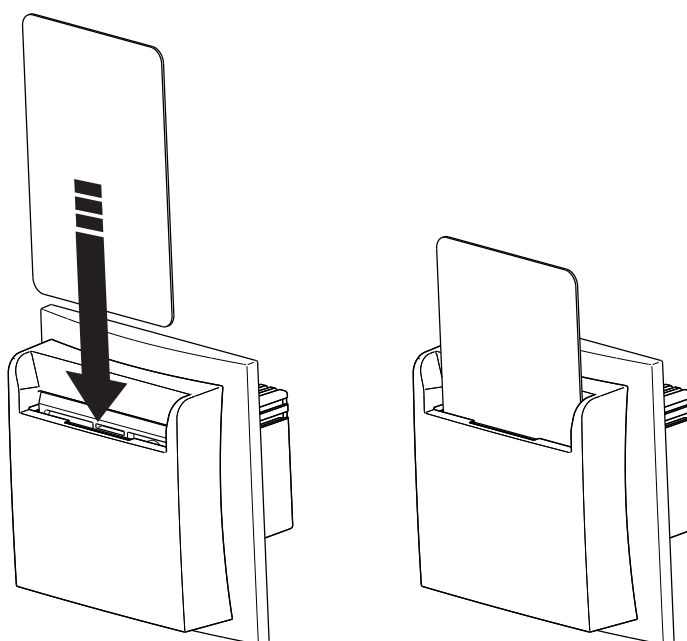

Figura 2
- Introducir la tarjeta de hotel en la pieza de montaje (figura 2).